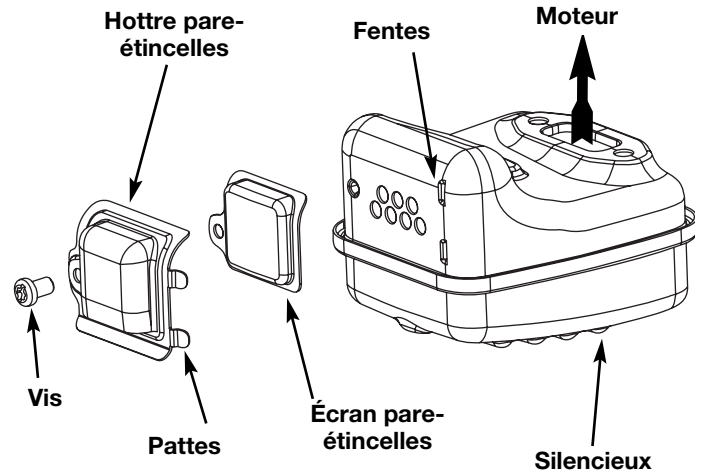

Fig. 31
2. Situez le pot d'échappement sans le retirer. Trouvez le vis sur la partie inférieure du pot d'échappement (Fig. 31.) Retirez le vis en vous servant soit d'un tournevis torx #20 ou d'un tournevis plat.